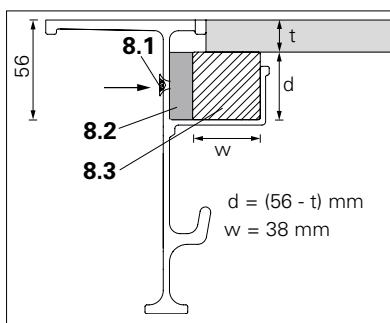

Fig. A7.01a
1. Realizzare il solaio con il pannello ADP (1) avanzando il più possibile, vedere sezione A5 – Installazione cassaforma.
- La trave di compensazione ADF (8) è compatibile con spessori (t) del pannello multistrato che vanno da 12 mm a 18 mm, cambiando la misura dell'inserto in legno (8.3). (Fig. A7.01a)
- Misura della compensazione fino a 60 cm, il numero di sostegni (12) dipende dallo spessore del solaio e dal tipo di pannello multistrato (modulo E e senso delle venature). Questa verifica spetta all'impresa.
- Utilizzare vite torx 6 x 40 mm (8.1) articolo n. 024540 per fissare l'inserto in legno (8.3) con guarnizione di 12 mm (8.2), ogni 60 cm c/c. (Fig. A7.01a)
- L'inserto in legno (8.3) non è compreso nella trave di compensazione ADF (8).